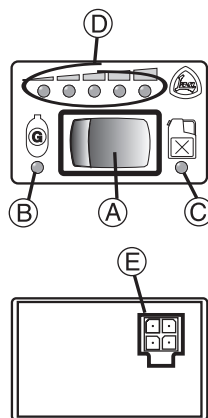

Fig. 5
5. INSTALLAZIONE E FUNZIONAMENTO COMMUTATORE/INDICATORE LCS/2 (Fig. 5)